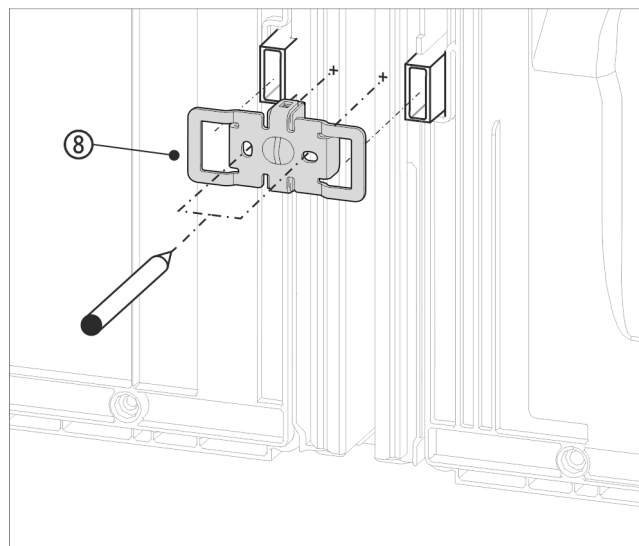

Fig. 15 Représentation à titre d'exemple
- Pousser l'équerre Fig. 15 (8) avec les cavités sur le logement des supports d'espacement muraux.